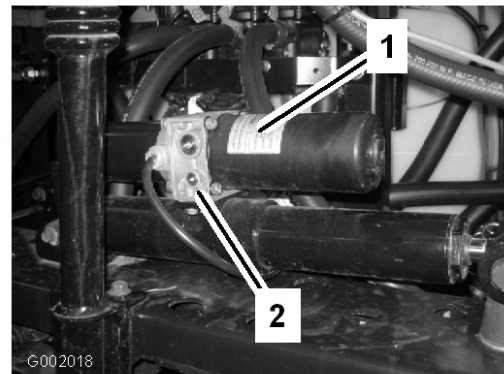

Bild 46
1. Ermitteln Sie das manuelle Überdruckventil am Aktuator für jedes Spritzgestänge. Das manuelle Überdruckventil ist das kleinere Ventil nur an einer Seite des Aktuatorgehäuses (Bild 46).